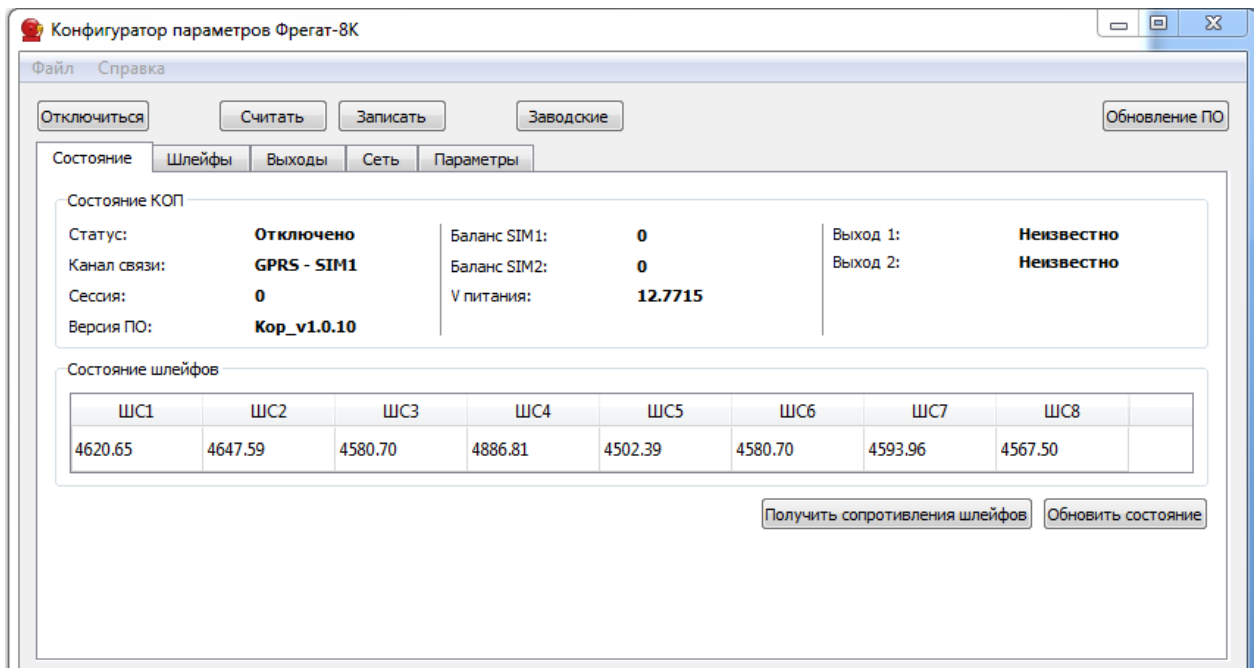

Рис. 8. Состояние ШС.
8.8. Состояние ШС показано на рис. 8.